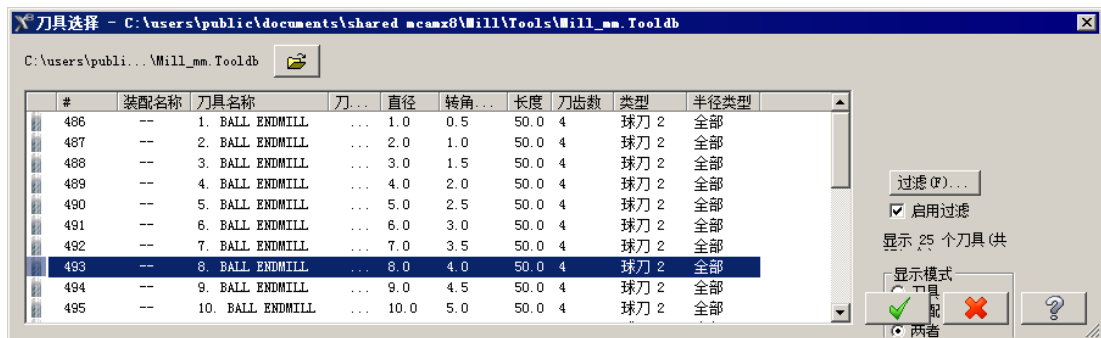

图 6.12.4 “刀具选择”对话框
(1) 确定刀具类型。在“曲面精车-熔接”对话框中单击 **刀具过滤** 按钮，系统弹出“刀具列表过滤”对话框，单击 **刀具类型** 区域中的 **无(N)** 按钮后，在刀具类型按钮群中单击  (球刀) 按钮，单击  按钮，关闭“刀具列表过滤”对话框，系统返回至“曲面精车-熔接”对话框。
(2) 选择刀具。在“曲面精车-熔接”对话框中单击 **选择库刀具...** 按钮，系统弹出图 6.12.4 所示的“刀具选择”对话框，在该对话框的列表框中选择图 6.12.4 所示的刀具。单击  按钮，关闭“刀具选择”对话框，系统返回至“曲面精车-熔接”对话框。